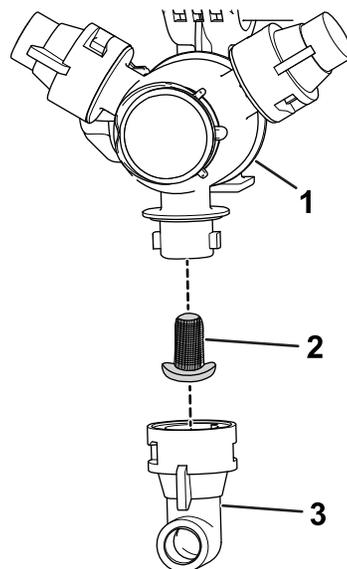

图 61
2. 从喷嘴转动架卸下喷嘴图 61。
3. 拆下旧喷嘴过滤器图 61。
4. 安装新喷嘴过滤器图 61。
5. 将喷嘴安装到喷嘴转动架上图 61。